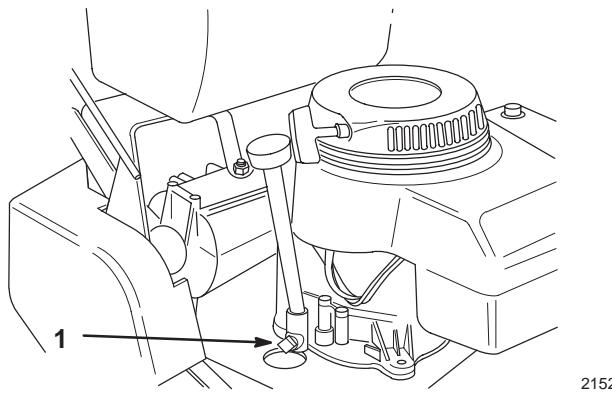

Bild 26
3. Stellen Sie ein Auffanggefäß unter die Verschluss schraube. Entfernen Sie die Verschluss schraube (Bild 26).